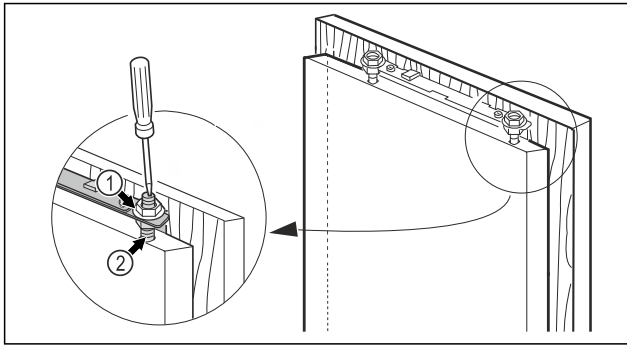

Fig. 21
- ▶ Draai de borgmoeren Fig. 21 (1) vast met een zeskant-sleutel 13 en houd de stelbout Fig. 21 (2) vast met een schroevendraaier.